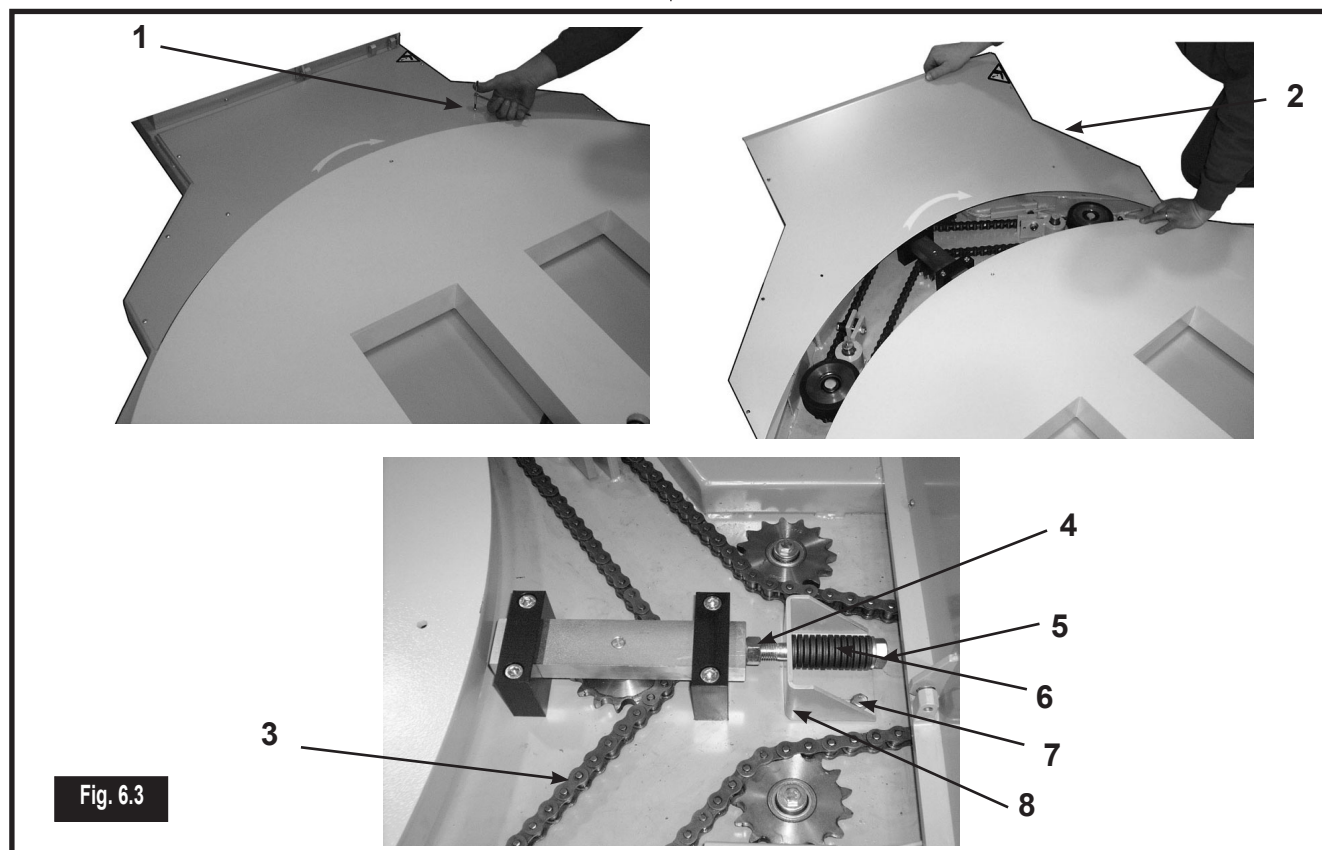

Fig. 6.3
Tavola rotante con vano transpallet (Fig. 6.3)
Plateau tournant avec logement pour transpalette (Fig. 6.3)
- togliere il riparo di protezione **(2)** (Fig. 6.3);
- ôter le carter de fermeture **(2)** (Fig. 6.3);